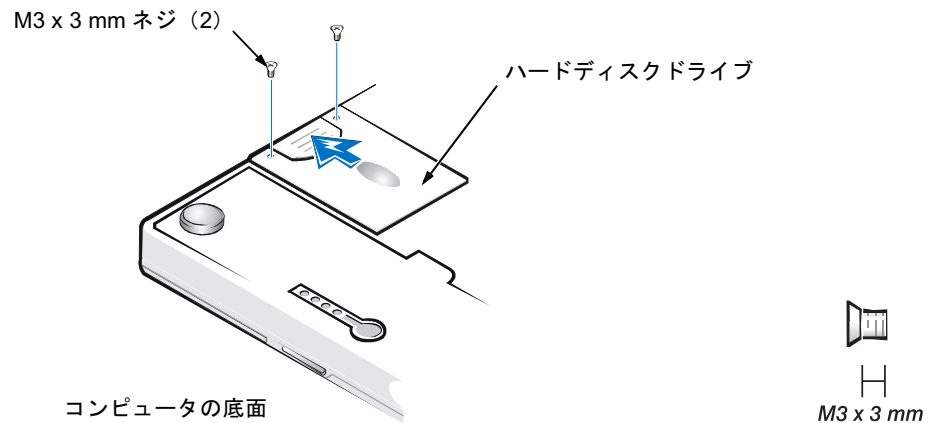

図 6 ハードディスクドライブアセンブリの取り外し
1. コンピュータを裏返しにしてハードディスクドライブドアの底面から 2 本の M3 x 3 mm ネジを取り外します（図 6 参照）。